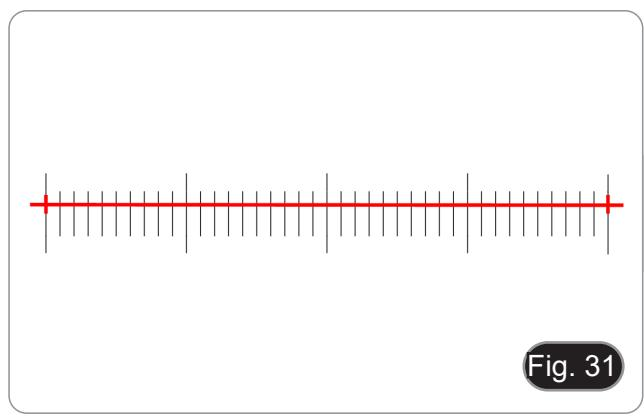

Fig. 31
4. Regolare le posizioni dei punti di inizio e fine della calibrazione per far coincidere la linea di calibrazione con la scala micrometrica e cercare di selezionare la massima lunghezza visualizzabile, in modo da rendere la misurazione più accurata. (Fig. 31)